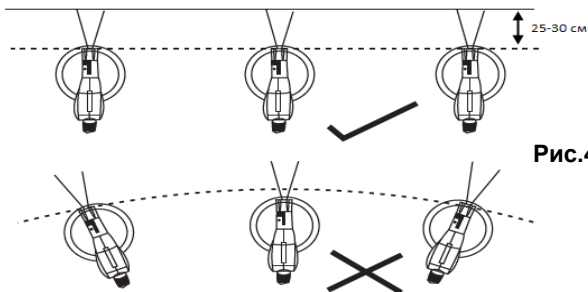

Рис.4
- Двигать краскопульт необходимо рукой, а не запястьем. При этом расстояние между краскопультом и поверхностью остается постоянным на протяжении работы (Рис.4).